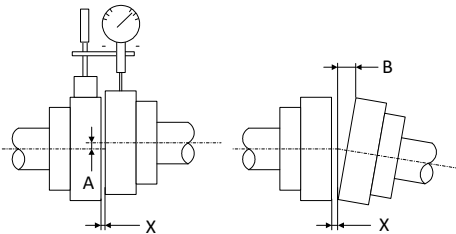

Fig. 6-2
(1) Acoplamiento
- Las dimensiones (A, B y X) ilustradas en la Fig.6-2 deben cumplir con las tolerancias indicadas en la Tabla 6-A.